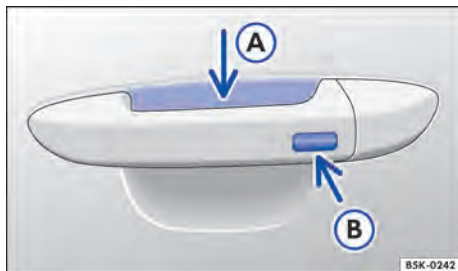

Fig. 56 Keyless Access: superfícies do sensor.
- Tocar o sensor → Fig. 56 (A) na parte interna da maçaneta da porta do condutor ou da porta do passageiro dianteiro.
- Tocar na superfície do sensor → Fig. 56 (B) na parte externa da maçaneta da porta do condutor ou da porta do passageiro dianteiro *uma vez*.
- Além disso, dentro de 5 segundos, tocar uma vez no sensor na parte externa da maçaneta da porta → Fig. 56 (B).
Para a **abertura de conforto** de todos os vidros elétricos empunhar a maçaneta da porta e manter pressionados, ao mesmo tempo, o sensor da parte interna da maçaneta → Fig. 56 (A) e a superfície do sensor (B).
Para o **fechamento de conforto** de todos os vidros elétricos manter um dedo durante alguns segundos sobre a superfície do sensor → Fig. 56 (B) no lado externo da maçaneta da porta do condutor ou do passageiro dianteiro.
Um forte jato de água ou de vapor pode ativar as superfícies dos sensores nas maçanetas se, ao mesmo tempo, uma chave do veículo válida estiver na área de aproximação. Se no mínimo um vidro estiver aberto e a superfície do sensor → Fig. 56  em uma maçaneta da porta for ativada permanentemente, todos os vidros serão fechados. Se o jato de água ou de vapor se afastar brevemente da superfície do sensor → Fig. 56  de uma maçaneta da porta e voltar a ser direcionado para ela, possivelmente todos os vidros se abrirão.